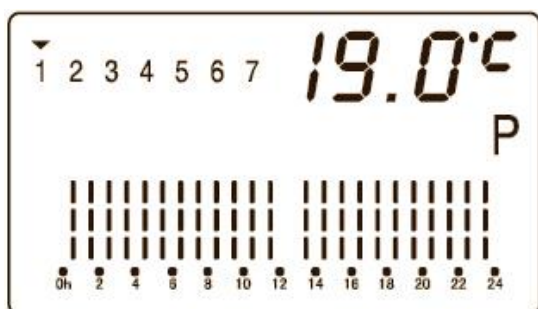

Fig. 9
2. Appuyez brièvement sur la touche Mode jusqu'à ce que l'écran affiche le mode Programmation hebdomadaire personnalisée (Fig.9)